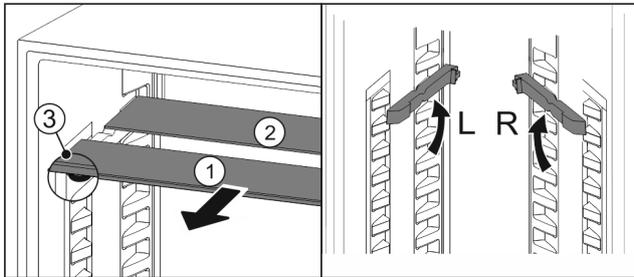

Fig. 76
- ▶ Retire Fig. 76 (1) las planchas de cristal individualmente hacia adelante.
- ▷ La placa de vidrio Fig. 76 (1) con tira decorativa se encuentra en la parte delantera.
- ▷ Los topes Fig. 76 (3) apuntan hacia abajo.